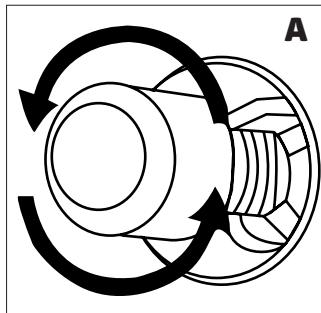
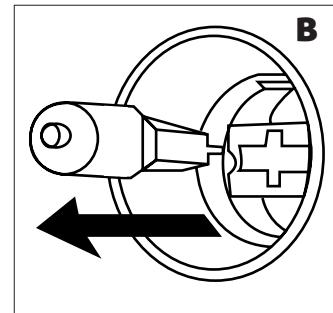

Abbildung 58
Abbildung 59
3. Entfernen Sie dann die Backofenlampe, indem Sie sie drehen (siehe Abb. 58), wenn sie vom Typ **A** ist, oder indem Sie sie herausziehen (siehe Abb. 59), wenn sie vom Typ **B** ist.